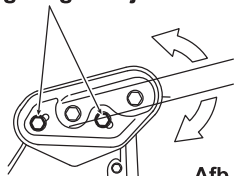

Afb. 3
- 3 Verwijder de bouten van de behuizing en zet de balk tijdelijk vast. (Zie afb. 3)